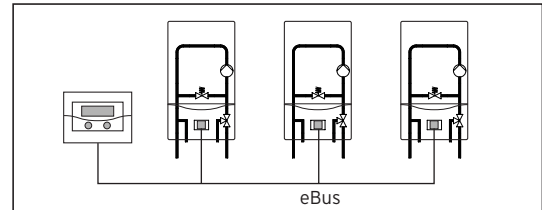

Fig. 4.1 Conectar el acoplador Bus
- Conectar el acoplador Bus con el regulador auroMATIC 620 o calorMATIC 630 por medio de la clavija de conexión del Bus, para permitir la comunicación dentro del sistema (Fig. 4.1).